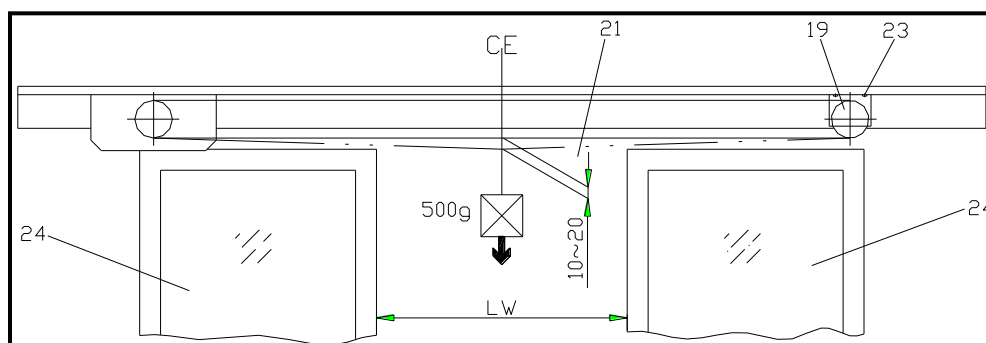

Figura 4.17
6. Empuje la puleya de retorno (19) hacia afuera, hasta que la correa dentada (21) quede plana. Apriete los tornillos (23).
7. Golpee la puleya de retorno (19) con un mazo de goma hasta que la correa dentada tenga la tensión siguiente, como se indica en la figura 4.17